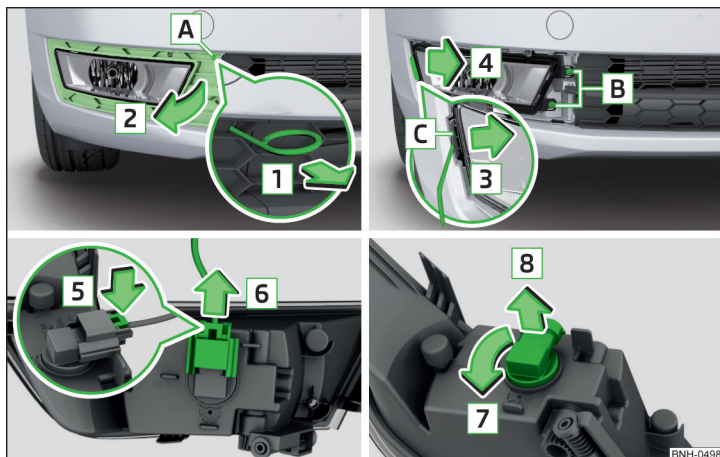

Fig. 185 Demontarea farului de ceață/Înlocuirea becului
- Introduceți cârligul pentru tragerea capacelor integrale de roată în orificiul **A** » fig. 185 » pagina 161, *Trusa de scule*.
- Introduceți farul de ceață în sens contrar săgeții **4** » fig. 185 și înșurubați-l.